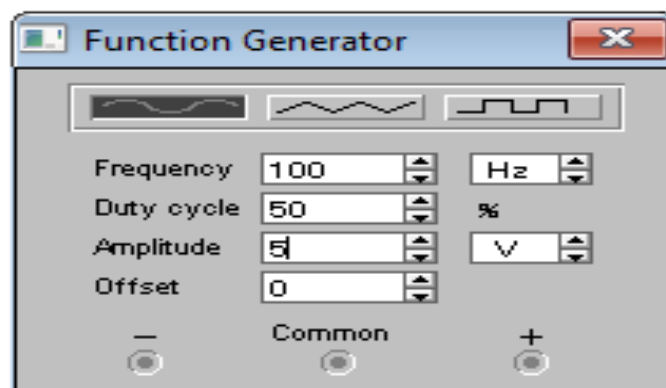

Рисунок 10.6
7.5.Двойным нажатием левой кнопки мышки на генератор открывается окно «FunctionGenerator» (См. Рис. 10.6);